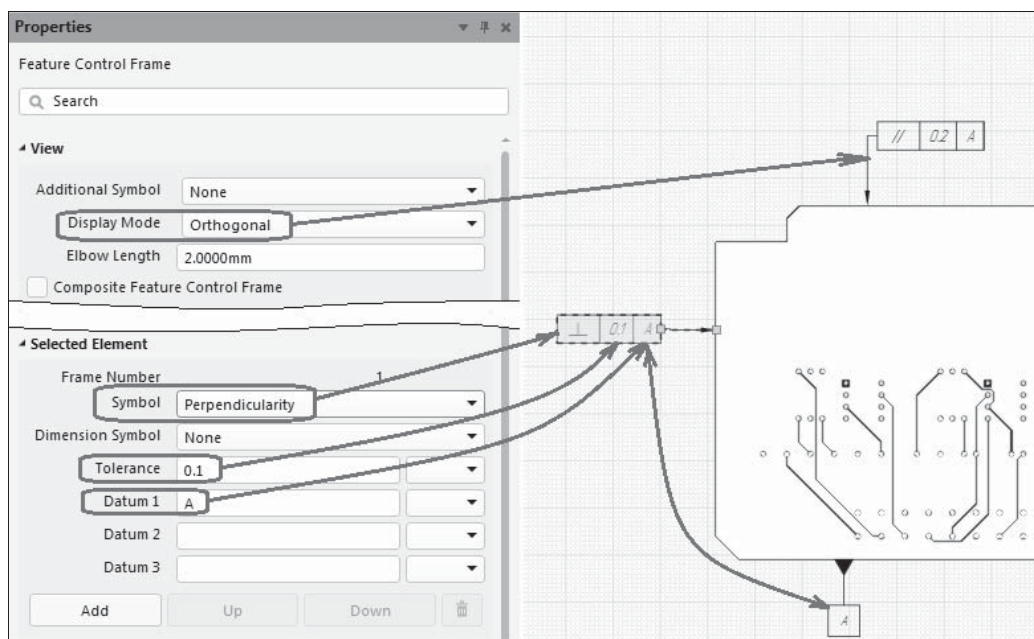

Рис. 12.31. Обозначение баз и допусков формы и расположения поверхностей
1. Укажите курсором на линию контура объекта и щелчком левой кнопкой мыши вызовите на экран шаблон будущего обозначения (рис. 12.31).